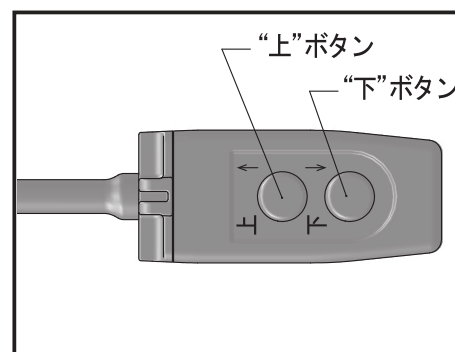

図 4
5. リモコンスイッチの“下”ボタン（下降用）を押して、ソレノイドが作動するか確認します。(図 4)
6. “上”ボタン（上昇用）を押すとモータが回転し、シリンダに圧油が送られます。(図 4)
9. “下”ボタン（下降用）を押すと、ソレノイドが働き圧力が解除され、ヘッド部の作動油はボタンを押している間油タンクに戻ります。（図4）